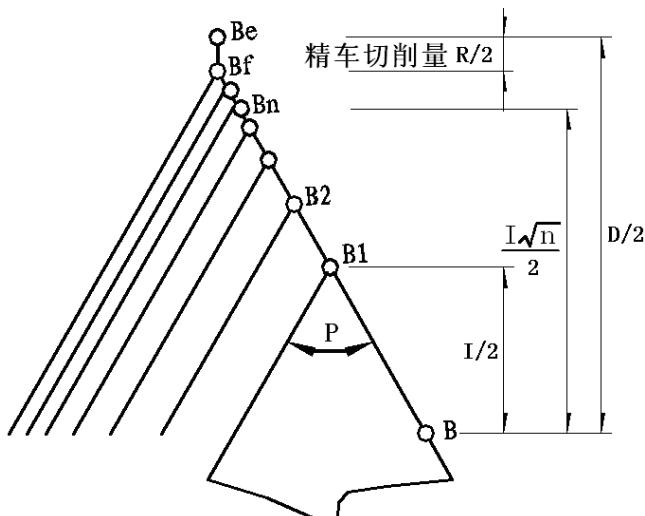

图 4-16-18
切入方法的详细情况见图 4-16-18：
- 1) 用 G76 螺纹循环切削指令组，可以通过多次螺纹粗车、螺纹精车完成规定牙高（总切深）的螺纹加工，如果指令①定义的螺纹角度不为  $0^\circ$ ，螺纹粗车的切入点由螺纹牙顶逐步移至螺纹牙底，使得相邻两牙螺纹的夹角为规定的螺纹角度。
- 4) 如果 G76 指令①定义的螺纹角度不为  $0^\circ$  时，G76 指令②与 G92 不一样的是：G76 指令②的每一次螺纹循环从起点到切入点过程中，X 轴和 Z 轴先同时移动，螺纹轴到达切入点，然后非螺纹轴单独移动到切入点；其它切削轨迹与 G92 一样，具体见图 4-16-18。